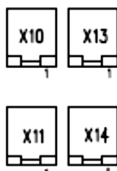

Abb. 32
5. Wählen Sie die zwei freien Anschlüsse auf der Platine zum Anschluss der neuen Batterien (X10 und X13 oder X11 und X14, Abb. 32).